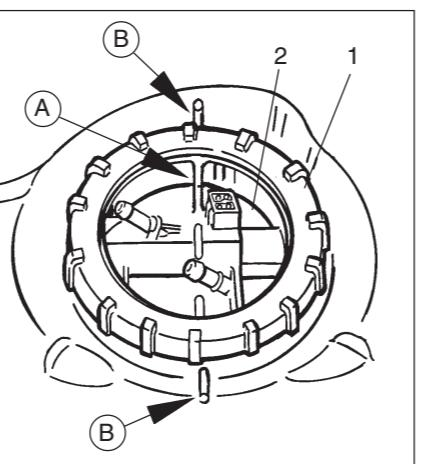

Abb. 1 / Fig. 1
- Tank für den Zugriff zur Kraftstoffpumpe freilegen, (Abb. 1) (rechts unter der Rücksitzbank).
- Schraubverschluß (1, Abb. 1) entfernen.
- Flansch (2, Abb. 1) so ausrichten, daß die Markierungsrippe (Pfeil A) mit den Markierungen (Pfeile B) am Tank fluchtet.
- Schraubverschluß (1) aufschrauben und fest anziehen.
- Prepare tank for access to the fuel pump (fig. 1) (on the right-hand side under the rear seats).
- Remove screw lock (1, fig. 1)
- Align flange (2, fig. 1) so that the marking rib (arrow A) is flush with the markings (arrow B) on the tank.
- Screw on the screw lock (1) and tighten.
- Préparer le réservoir pour permettre l'accès à la pompe à carburant (fig. 1) (du côté droit sous les sièges arrière).
- Détacher la fermeture à vis (1, fig. 1)
- Aligner la bride (2, fig. 1) de manière à ce que la nervure de repère (flèche A) soit alignée avec les repères (flèche B) sur le réservoir.
- Visser la fermeture à vis (1) et la serrer fermement.
- Prepare el depósito para permitir el acceso a la bomba de gasolina (fig. 1) (del lado derecho debajo de los asientos traseros).
- Quite la cierre atornillado (1, fig. 1)
- Alinee la brida (2, fig. 1) de manera que el nervio de marcación (flecha A) esté alineado con las marcas (flecha B) sobre el depósito.
- Tornille el cierre atornillado (1) y ciérrelo firmemente.
- Preparare il serbatoio per consentire l'accesso alla pompa di combustibile (fig. 1) (sulla destra sotto il sedile posteriore).
- Allentare il tappo a vite (1, fig. 1)